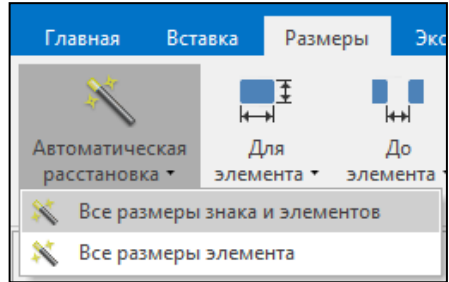

Рис. 6.14
25. Проставьте размеры для знака **6.9.2 Предварительный указатель направления**, созданного отдельно на странице проекта. Выберите вкладку **Размеры**, выделите знак и выберите команду **Все размеры знака и элементов** (рис. 6.14).